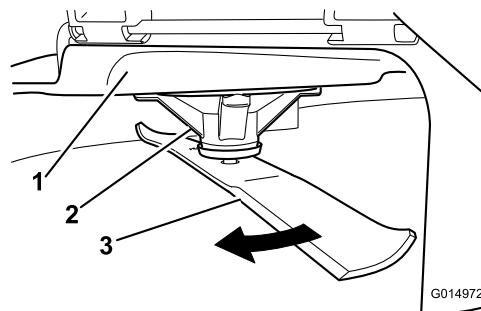

Figure 53
- Enfilez des gants épais ou utilisez une autre protection adéquate pour les mains, et faites tourner la lame lentement jusqu'à une position permettant de mesurer la distance entre le tranchant et la surface plane sur laquelle se trouve la machine (Figure 53).